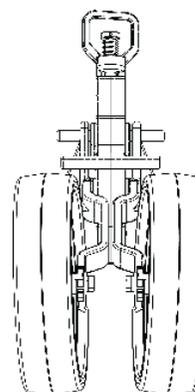

Figuras 50
REGULADO DE LA RUEDA DE PROFUNDIDAD OSCILANTE (FIGURAS 50)
- 1- Suelte los tornillos y arandelas (1), retire la rueda (2), ajuste el punto de regulado de la rueda (3) en el regulado del eje de la rueda (4), después, fije nuevamente la rueda (2) con las arandelas y tornillos (1), **proceda conforme muestra las figuras 50.**